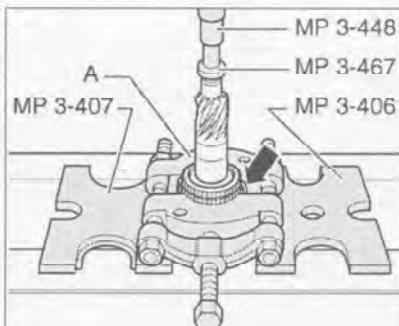

Рис. 7.82. Снятие ступицы синхронизатора 3-й/4-й передач.
8. Прижмите блокирующее кольцо синхронизатора (стрелка) к шестерне 3-й передачи и установите съемник Kukko 17/2 (A) (рис. 7.82).